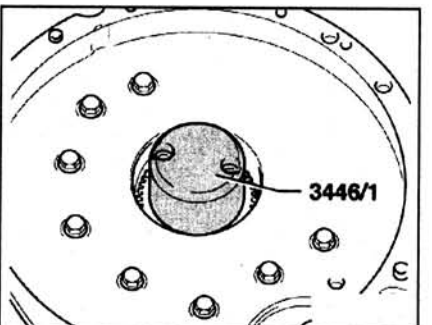

Рис. 2.61. Вкрутите направляющую втулку 3446/1 на коленчатый вал.
34. Вкрутите направляющую втулку 3446/1 на коленчатый вал (рис. 2.61).